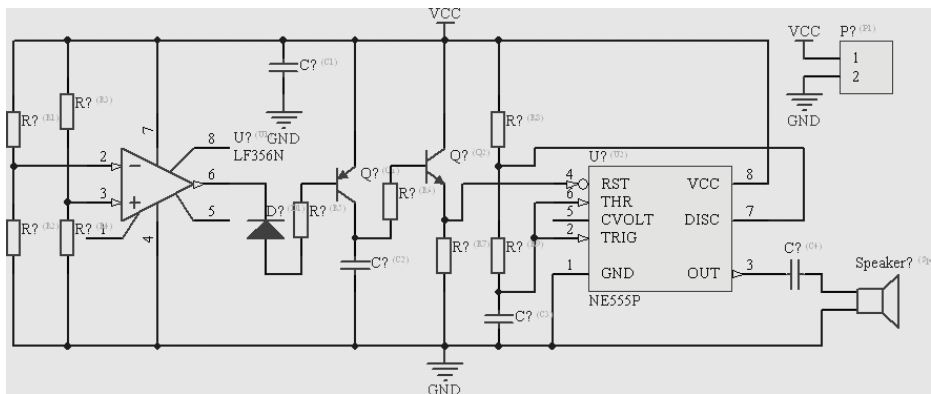
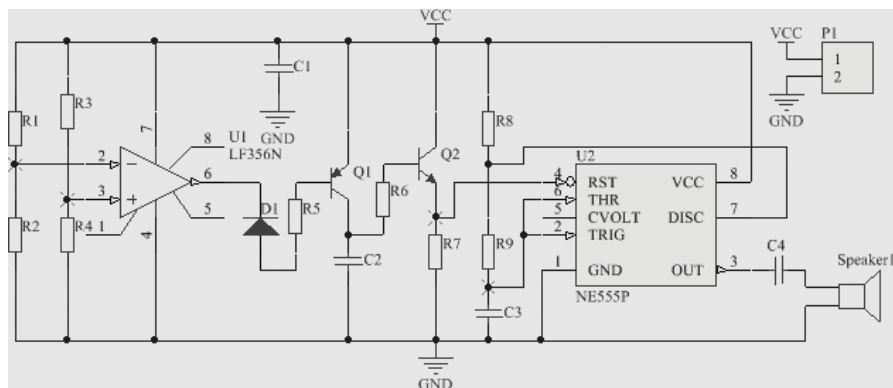
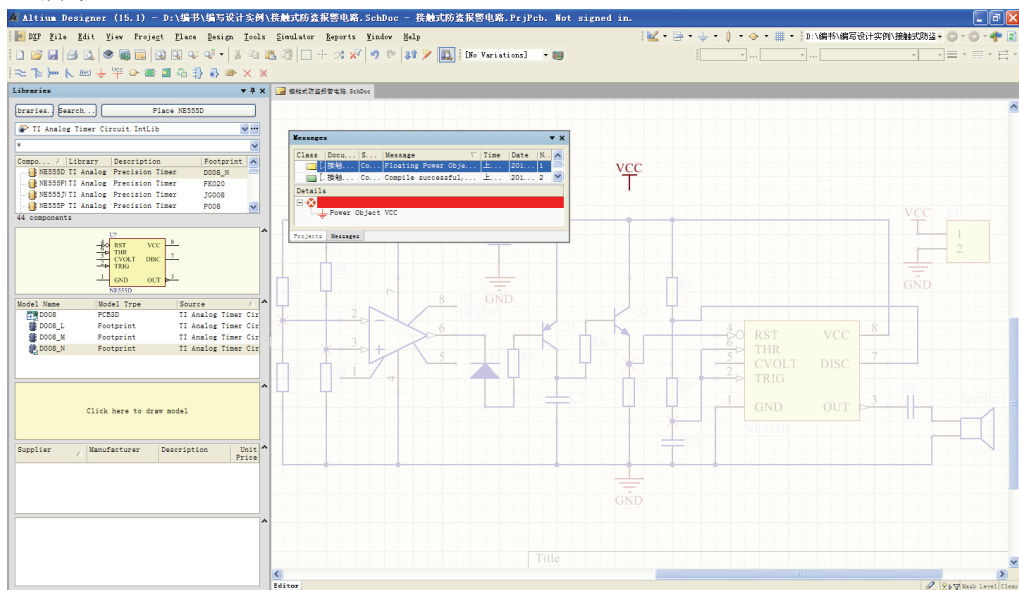

图 3-18 放置全部图件的原理图
图 3-27 完成自动标识元件的原理图
图 3-38 错误元件定位图
(1) 在布线工具栏中单击  按钮，光标上出现一个网络标号“VCC”的“T”形电源符号，放置在原理图中（共 2 个），如图 3-18 所示。
(2) 在布线工具栏中单击  按钮，光标上出现一个网络标号“GND”的电源地符号，放置在原理图中（共 3 个），如图 3-18 所示。
(12) 在项目修改命令对话框中，单击 **Close** 按钮，完成自动标识元件，退回到自动标识元件对话框（见图 3-20），单击 **Close** 按钮，图 3-18 中的元件按要求进行了自动排序，如图 3-27 所示。
双击原理图上所要编辑的元件，如图 3-27 中的电阻 R1，即可弹出元件属性对话框，如图 3-28 所示。
勾选元件属性对话框中“**Properties**”分组栏中“**Comment**”项的“**Visible**”并选中“**Parameters**”分组栏中的“**Value**”，单击  按钮确认，图 3-27 元件电阻 R1 变化如图 3-29 所示。
为了更好地了解这一操作的使用方法，在原理图中故意设置一些错误。将图 3-27 中上边的电源 VCC 脱离开接线，然后保存；编译后，按照上述操作后可得到错误元件定位图，如图 3-38 所示。
由图 3-38 上信息告知，电源 VCC 脱离电路；系统的过滤器过滤出错误图件，并且在原理图高亮显示这个图件，且区域放大显示，其他图件均变为暗色。